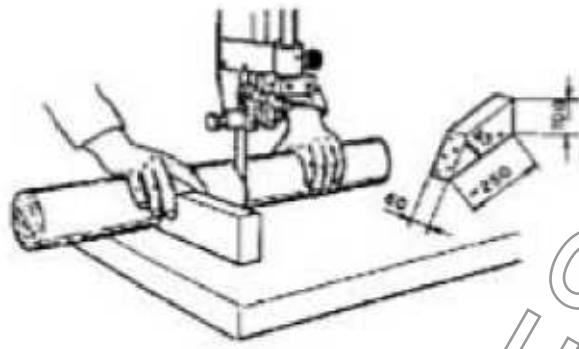

Fig. 6.3
6.3 CUTTING OF ROUND PIECES FIG. 6.3